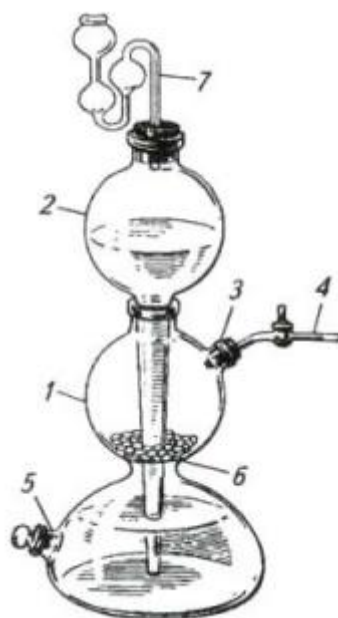

Рис. 20. Аппарат Киппа:
*на*, рис. 20). Прибор состоит из двух основных частей: сосуда 1 с перетяжкой (сужением) в средней части и шарообразной воронки 2, конец которой на 1-2 см не доходит до дна сосуда. Воронка вставляется в сосуд на шлифе, обеспечивающем герметичность прибора. Основной сосуд благодаря сужению разделен на две части: нижнюю — опорную, имеющую полушаровую форму, и верхнюю, имеющую форму шара, — реактор. Прибор имеет два тубуса. Верхний тубус 3 служит для отвода образующегося в реакторе газа. Он закрыт пробкой с газоотводной трубкой и краном 4. Нижний тубус 5 используется для слива отработанного раствора. В комплект аппарата входят также резиновый или виниловый диск 6, на который помещают твердый реагент; пробки для тубусов; газовый кран и водяной затвор 7.